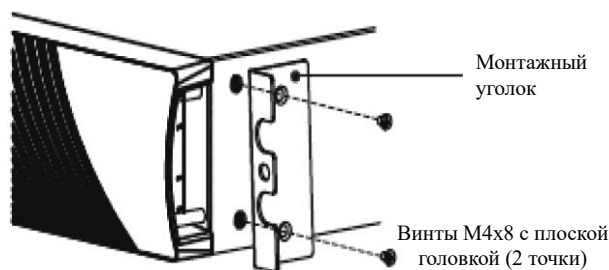

Рисунок 6. Установка монтажных кронштейнов
- h) Выровняйте монтажные кронштейны(уголки) напротив отверстий на каждой боковой стороне ИБП и закрепите при помощи винтов М4х8 с потайной головкой из комплекта поставки ИБП (см. рисунок 6 ниже).